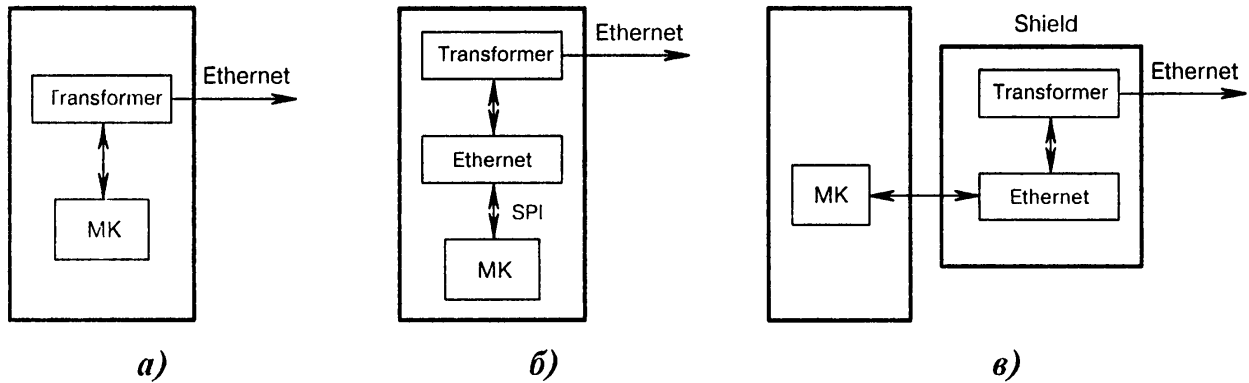

Рис. 1.15. Структурные схемы подсистемы интерфейсов на примере Ethernet:
В отладочной плате целесообразно использовать те интерфейсы, которые поддерживает применяемый тип МК на аппаратном уровне. Рассмотреть структуру всех используемых интерфейсов нереально. Чтобы уловить направление, достаточно ограничиться одним из них, а именно Ethernet (Рис. 1.15, а...в).
- б) аналогично Рис. 1.15, а, но для МК, в котором отсутствует свой контроллер Ethernet;
- в) аналогично Рис. 1.15, б, но контроллер Ethernet находится в плате шилда Shield